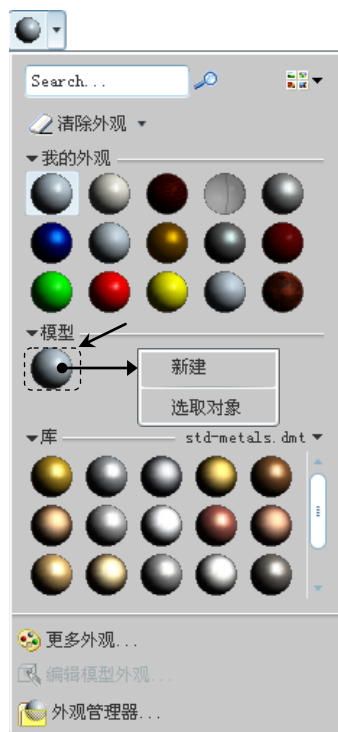
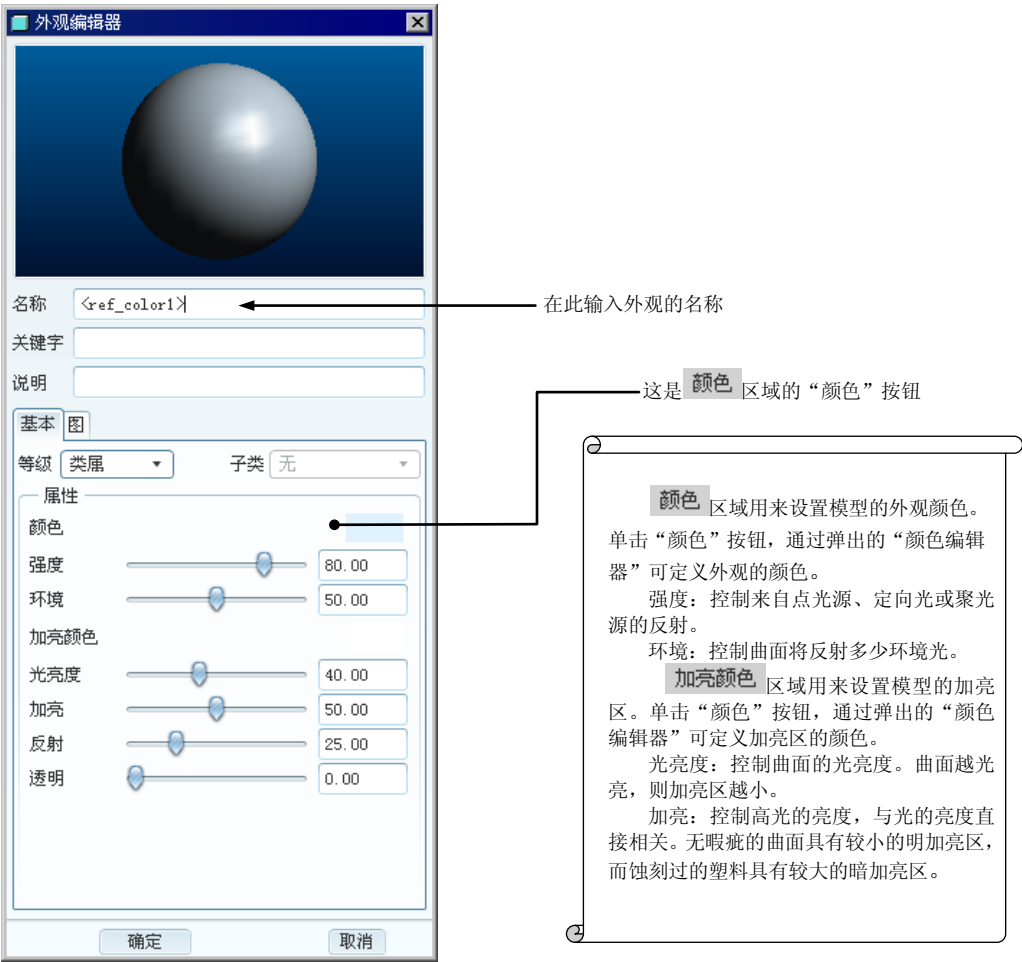

图 7.8.1 “外观颜色”对话框
图 7.8.2 “外观编辑器”对话框（“基本”选项卡）
Step2. 在工具栏中按下“外观库”的命令按钮中的，此时系统图 7.8.1 所示的“外观颜色”对话框。
(1) 在弹出的图 7.8.1 所示的“外观颜色”对话框的 **模型** 中右击，在弹出的快捷菜单中选择 **新建** 命令，此时系统弹出图 7.8.2 所示的“外观编辑器”对话框，并输入新增加的外观名称。
- ① 单击 **颜色** 区域中的“颜色”按钮，如图 7.8.2 所示。
③ 定义了外观颜色后，在图 7.8.2 所示的“外观编辑器”对话框中，通过 颜色 区域的滑块可以调整光线对模型外观颜色的影响。